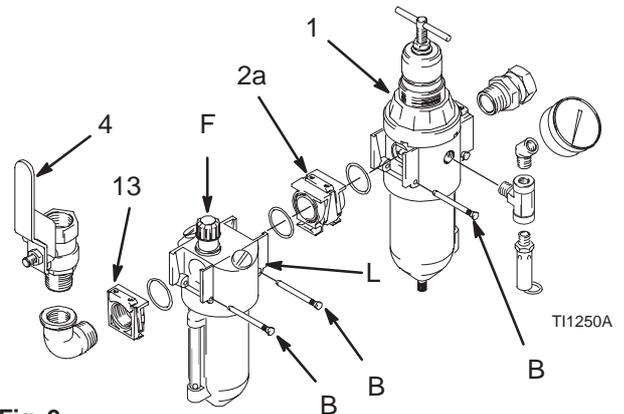

Fig. 2
- **Se suministra una la válvula neumática principal de purga con llave roja (4)** para liberar el aire atrapado entre dicha válvula y el motor neumático cuando la válvula está cerrada (consulte la **ADVERTENCIA** anterior). Cerciórese de que se puede acceder fácilmente a la válvula de purga desde la bomba, y que dicha válvula se instala **corriente abajo** del filtro/regulador de aire (1). Fig. 2.
- **El filtro/regulador de aire (1)** controla la velocidad de la bomba y la presión de salida ajustando la presión de aire que se suministra a la bomba. También elimina la suciedad y humedad dañinos del suministro de aire comprimido. Colóquelo lo más cerca posible del equipo con el que se va a utilizar, pero **corriente arriba** de la válvula neumática principal de purga (4). Instale el regulador de aire en la línea de aire de forma que el aire fluya en la dirección indicada por la flecha marcada en su cuerpo. Fig. 2.
2. Retire el pasador (B) de la salida del filtro/regulador. Fig. 2.
4. Deslice hacia afuera el inserto con extremo roscado (13) con las piezas de conexión de salida todavía sujetas.
5. Instale el conector modular (2a) (con las dos juntas tóricas y la grasa suministradas) entre el filtro/regulador y el lubricador (L).
6. Instale el inserto con extremo roscado (13) en la salida del lubricador (L) (con la junta tórica y la grasa).
7. Instale los tres pasadores de retención (B).
El lubricador dosifica aceite en la corriente de aire para lubricar automáticamente los motores accionados por aire. Un ajuste manual en la carcasa (F), Fig. 2, fija la velocidad de goteo del aceite en la corriente de aire, y puede ser supervisada a través de la mirilla. Lo más corriente son una o dos gotas de aceite por minuto. Utilice un aceite con clasificación de 50 a 200 SUS (ISO grado 7 a 46) a 38°C, tal como el aceite de motor Graco, ref. pieza 202659.
Para rellenar, desenrosque el tapón de llenado (L, Fig. 2) y vierta el aceite. La capacidad del lubricador es de 0,2 litros. Compruebe el nivel de aceite a través de la mirilla. El lubricador puede rellenarse mientras el sistema está sometido a presión. Sin embargo, **libere siempre la presión del sistema** antes de retirar la cubeta por cualquier motivo.
2. Cierre todas las válvulas neumáticas de tipo, incluyendo la válvula neumática principal de tipo purga con llave roja (4), suministrada con su sistema. Fig. 2.
3. Gire el regulador con llave en T completamente en sentido contrario a las agujas del reloj si va a retirar el aire de la cubeta del filtro/regulador de aire (1), o efectuar reparaciones en el filtro/regulador de aire.
4. Abra lentamente el filtro/regulador de aire (1), Fig. 2. Utilice el filtro/regulador para controlar la velocidad de la bomba y la presión del fluido. Use siempre la menor presión de fluido necesaria para obtener los resultados deseados. Presiones más altas pueden desgastar prematuramente la boquilla y la bomba.